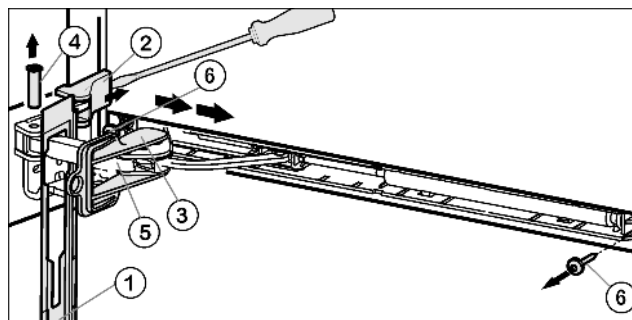

Fig. 5
- ▶ Сдвиньте накладку над амортизационной скобой Fig. 5 (1) в направлении устройства вперед.
- ▶ Зафиксируйте предохранитель Fig. 5 (3) в продольном пазе.
- ▶ Подденьте крышку Fig. 5 (2) отверткой с внешней стороны и снимите в направлении наружу.
- ▶ Выдавите палец Fig. 5 (4) снизу.
- ▶ Нажмите амортизационную скобу Fig. 5 (5) в направлении дверцы.
- ▶ Снимите накладку Fig. 5 (1).
- ▶ Открутите весь узел амортизатора закрывания дверцы (2 шт. Torx® 15) Fig. 5 (6).